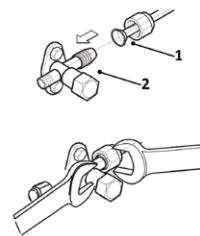

fig. 19 -
- Faça corresponder as extremidades do tubo alargado (porm. "fig. 19 -") previamente com as das ligações situadas nas unidades internas ou nas torneiras das unidades externas (porm. "fig. 19 -").